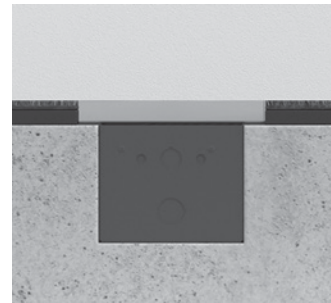

Figura 12C: Rejilla al ras
18. Repita este proceso hasta que quede nivelada. **Nota:** la rejilla debe quedar al ras de la superficie del piso. Ver la Figura 12C (rejilla al ras) o 12D (rejilla sobre la superficie).